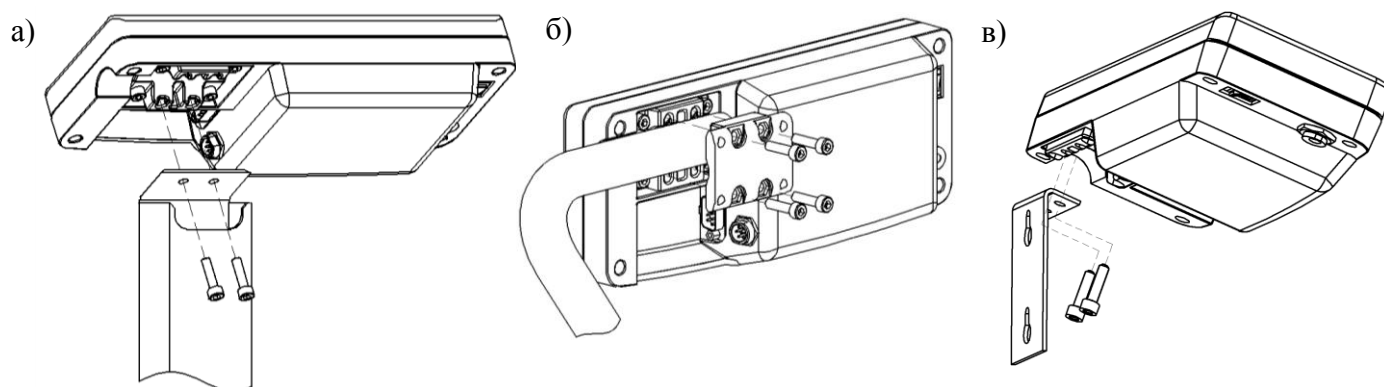

Рисунок 6.4 – Варианты крепления устройства индикации:
- Закрепить устройство индикации на стойке кронштейном, затянув четыре винта М5×30 с небольшим усилием (Рисунок 6.4 б).
- Закрепить двумя винтами М5×20 устройство индикации на стойке (Рисунок 6.4). Излишек кабеля заправить в стойку.